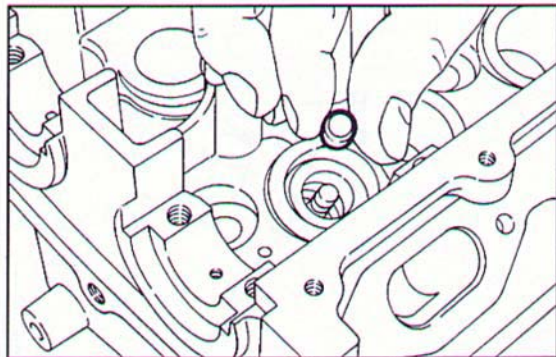

Fig. 176 ▼
- togliere le pastiglie di spessore e posizzionarle in una tavoletta di legno con dodici cavità (corrispondenti allo schema di distribuzione), in modo da rimontarle nella corretta posizione in caso di riutilizzo (Fig. 176);
- remove the thickness pads and put on a wooden palette with twelve holes (corresponding to the timing scheme), so that they can be put back in the right position if reused (Fig. 176);